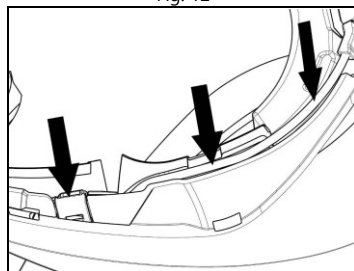

Fig. 14
- Rangez le câble à l'intérieur du casque et positionnez le clip de fixation droit dans le siège correspondant (Fig. 14).